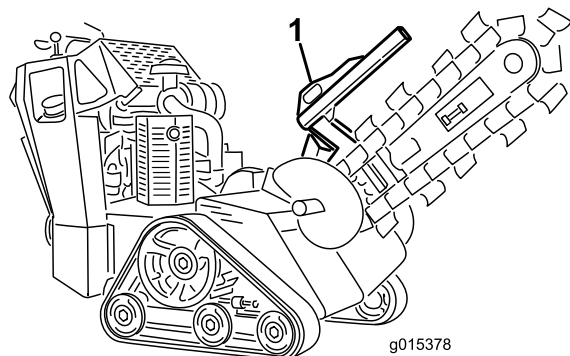
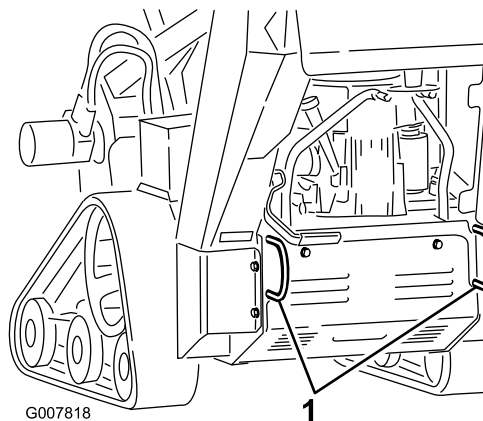

Рисунок 22
Рисунок 23
3. Закрепите машину на прицепе цепями или ремнями, используя скобы для крепления/ подъема спереди и сзади машины (Рисунок 22 и Рисунок 23). Изучите местные нормативные документы по прицепам и сцепным устройствам.
Можно поднять машину, используя в качестве точек подъема скобы для крепления/ подъема (Рисунок 22 и Рисунок 23).